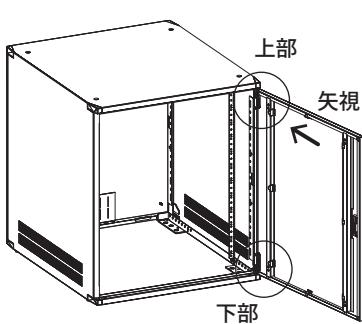

図 9 上部
- ドアを開けた状態で、上部のヒンジのレバーを下にさげてください。（図 9）